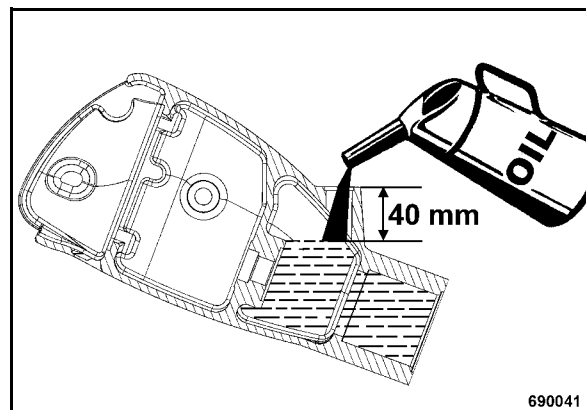

Fig. 65
- Cargar aceite hidráulico hasta el nivel llega a unos 40 mm (1.6 in) debajo de la arista de agujero de llenado (Fig. 65).